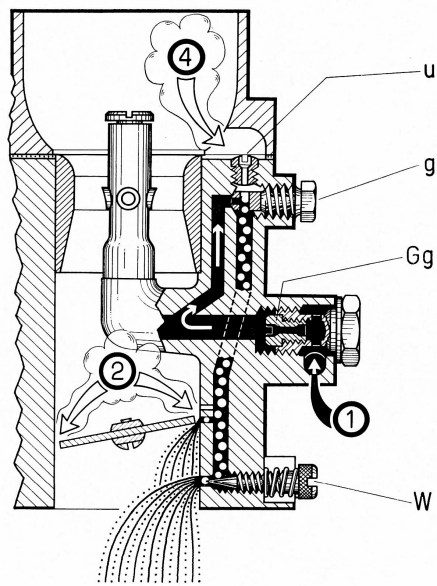
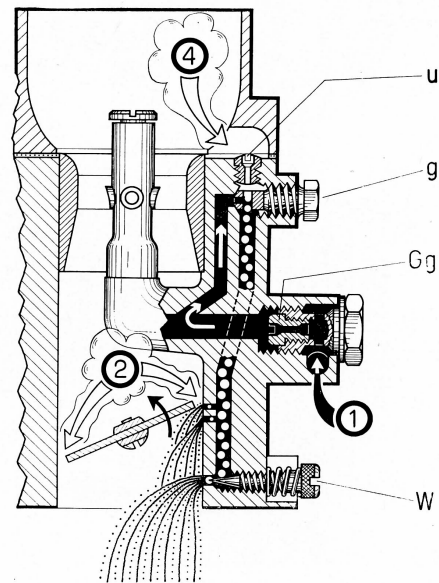

Abb. 8 Wirkungsweise beim Leerlauf
Abb. 9 Wirkungsweise beim Übergang
## 2. Leerlauf (Abb. 8 und 9)
Der Kraftstoff für den Leerlauf, der aus dem Hauptdüsensystem entnommen wird (1), wird durch die **Leerlaufdüse** (g) dosiert und mit der durch die **Leerlauf Luftdüse** (u) einströmenden Luft (4) zu einem Bläschengemisch vermengt. Diese Leerlaufemulsion wird durch einen Kanal abwärts zu drei kleinen Bohrungen unterhalb und an der Drosselklappe geleitet. Die unterste, nahe am Vergaserflansch liegende Bohrung kann in ihrer Durchlaßweite durch die **Leerlaufgemisch-Regulierschraube** (W) verändert werden. Aus ihr wird bei geschlossener Drosselklappe Leerlaufemulsion in den Saugkanal abgesaugt. Die beiden oberen Bohrungen bezeichnet man als „By-pass-Bohrungen“. Ihre Wirkung ist unterschiedlich. Aus der einen, genau im Drosselklappenspalt liegenden Bohrung wird gleichfalls Leerlaufemulsion abgesaugt (Abb. 8), da diese Bohrung im Bereich einer sehr starken Unterdruckwirkung liegt. Die andere By-pass-Bohrung, die ein wenig über der Drosselklappe in Schließstellung liegt, kommt erst zur Wirkung, wenn die Drosselklappe etwas geöffnet wird (Abb. 9). Beide Bohrungen dienen der Verbesserung des Übergangs vom Leerlauf auf das Hauptdüsensystem. Mit der durch den Drossel-